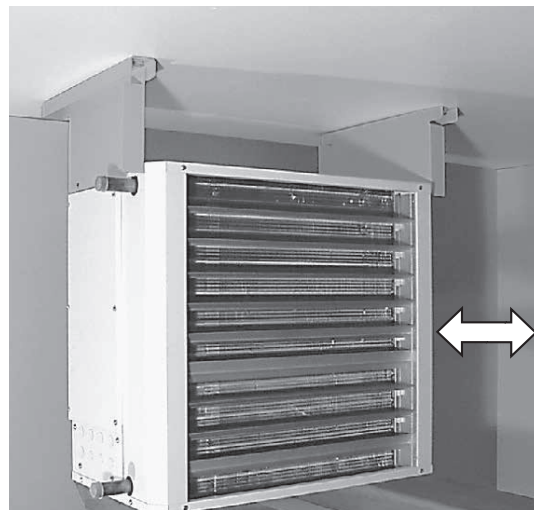

Bild 19
5. Der Mindestabstand der Seite des Lufterhitzers zur Wand beträgt 700 mm (Pfeil auf Bild 19).